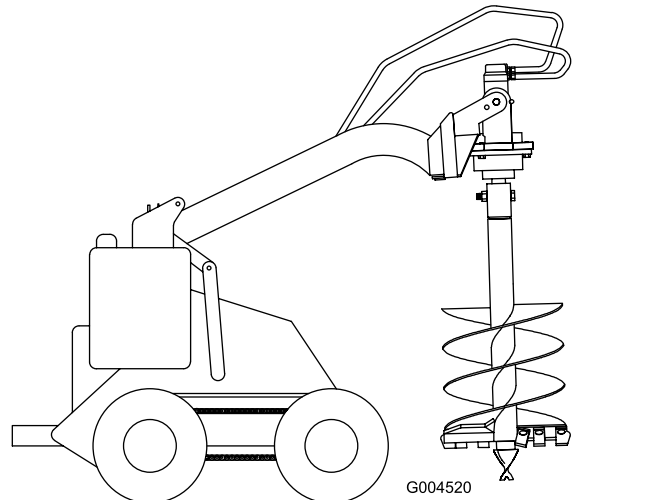

Figure 9
- Élevez la tarière au-dessus du sol (Figure 9).
- Lorsque la tarière est verticale, inclinez la plaque de montage en arrière jusqu'à ce que la tête d'entraînement touche la plaque, ce qui stabilise la tarière et l'empêche d'osciller (Figure 9).
1. Levez la tarière au-dessus du sol à la verticale (Figure 9).